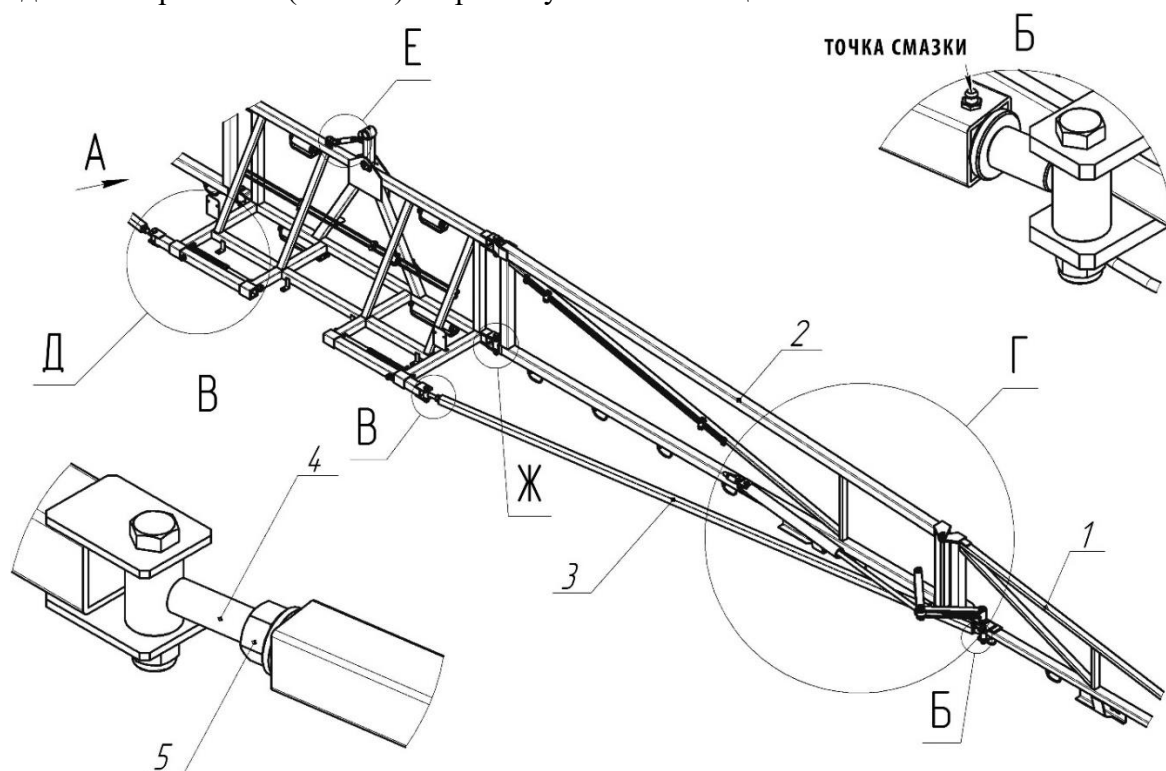

Рис. 16. Элементы регулировки реактивной тяги.
Данная регулировка предназначена для обеспечения прямолинейности штанги в месте соединения крайней 1 (Рис. 16) и промежуточной 2 секций.
- переместить полуоси 1, на расстояние, указанное на рис. 16;